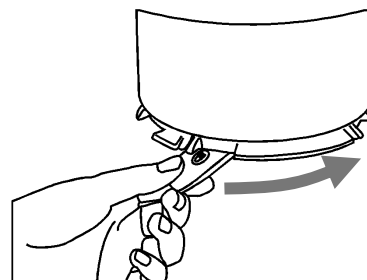

Fig. 23
1. Fare ruotare la flangia di fissaggio della lama di 180° nella posizione aperta e togliere il supporto dal recipiente, come indicato dalle frecce (Figure 23 e 24).